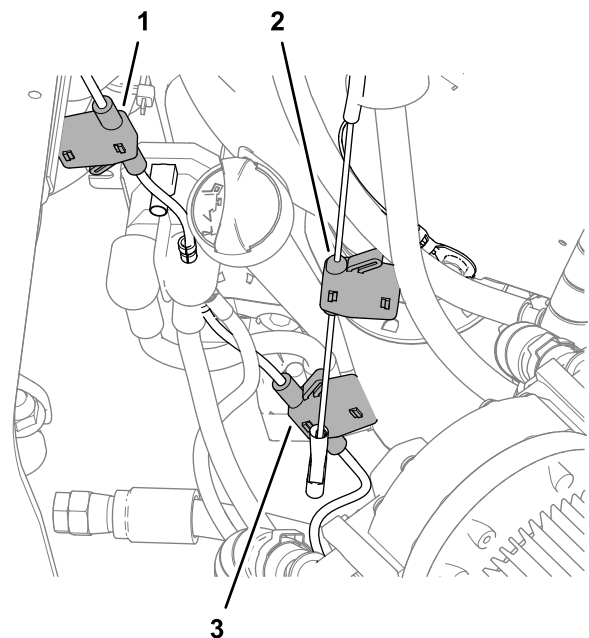

Figura 87
- Abra la tapa del portafusibles (Figura 87).
4. Retire el fusible del zócalo del portafusibles (Figura 87).
5. Instale un fusible del mismo tipo en el zócalo del portafusibles (Figura 87).
6. Cierre la tapa del portafusibles hasta que la tapa se enganche firmemente (Figura 87).